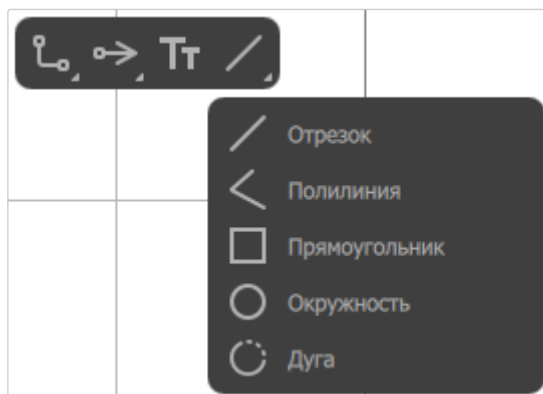

Рисунок 129. Инструменты графических примитивов на панели инструментов
- 2) В раскрывшемся списке выбрать инструмент «Отрезок», «Полилиния», «Прямоугольник», «Окружность» или «Дуга» (см. рисунок 129).